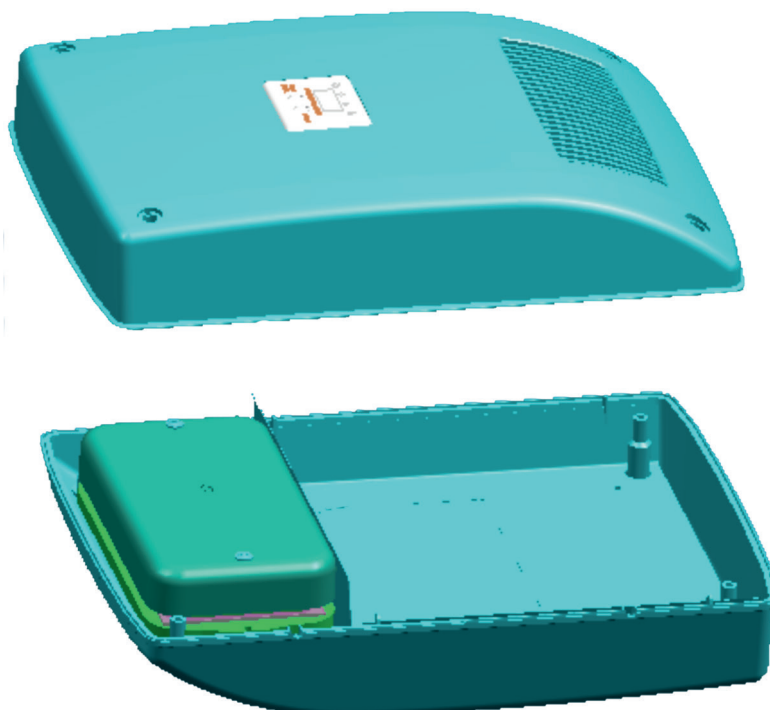

Рис.6
- выполнить действия п. 8.3 (разъединение панелей передней и задней рециркулятора) - рис. 6.
- вынуть использованный фильтр, соблюдая правила обращения с инфицированными материалами (рис.6а);
Рис.6а